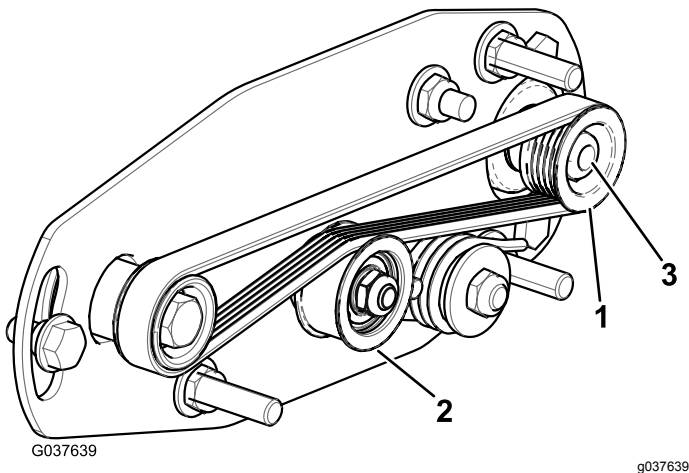
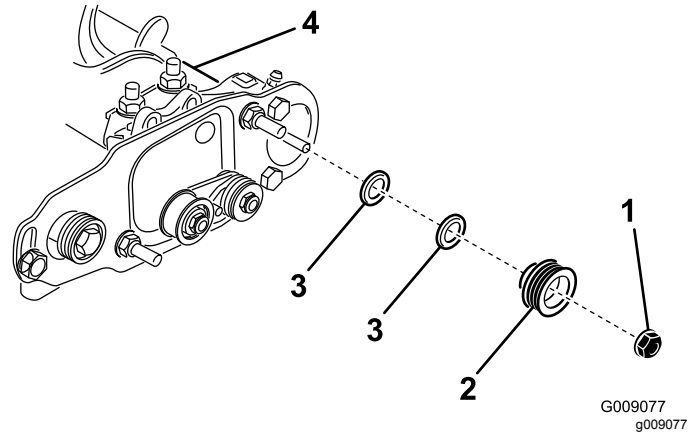

Bild 24
Bild 25
1. Die Antriebsriemenscheibe (an der Rollenbürstenwelle) kann nach innen und außen bewegt werden (Bild 24).
2. Drehen Sie die Spindel, die die Antriebsscheibe dreht, und drücken Sie gleichzeitig den Riemen von der Antriebsscheibe (Bild 24).
3. Entfernen Sie die Sicherungsmutter, mit der die Antriebsriemenscheibe an der Bürstenwelle befestigt ist (Bild 24 oder Bild 25).
4. Nehmen Sie die Antriebsriemenscheibe von der Welle (Bild 25).
5. Wenn die Scheibe nach außen bewegt werden muss, legen Sie eine 0,8 mm dicke Scheibe auf (Bild 25).
6. Setzen Sie die Riemenscheibe ein, wie in Bild 25 abgebildet.